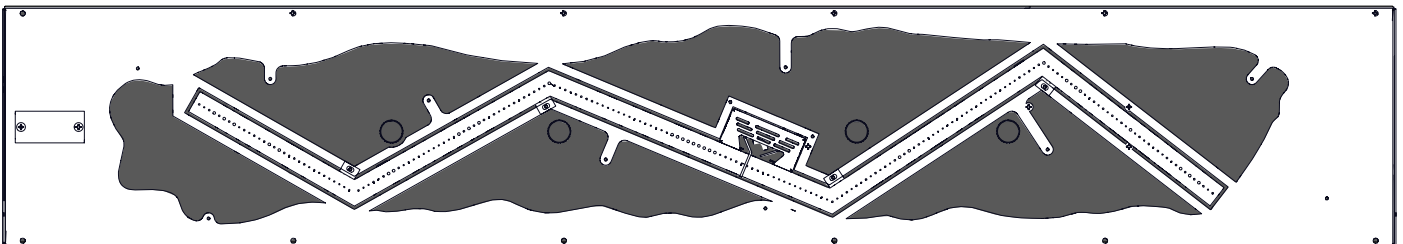

Fig. 2
3. Installez une couche de verre autour des bûches et au-dessus du grillage pour permettre aux lumières de briller à travers. Le verre doit être lavé et séché avant d'être installé. Ne pas couvrir le brûleur (**Fig. 2**).